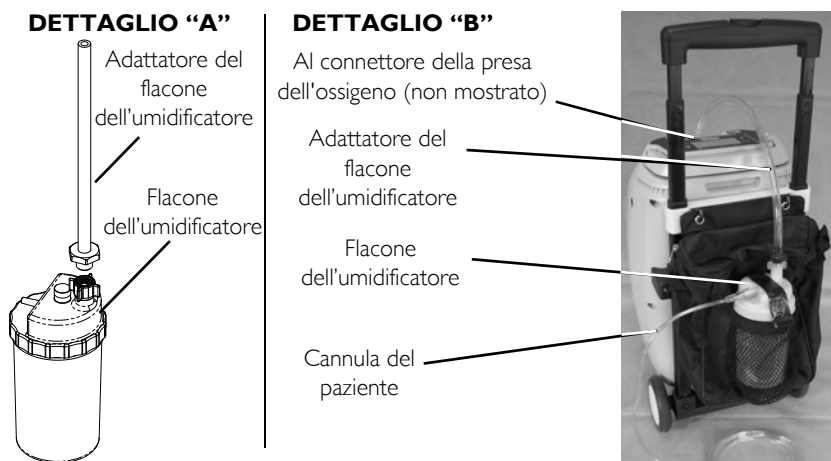

FIGURA 6.4 Collegamento umidificatore
NOTA: Per questa procedura, fare riferimento alla FIGURA 6.3 e .FIGURA 6.4 a pagina 74
3. Applicare l'adattatore del flacone dell'umidificatore al flacone stesso ruotando in senso antiorario su di esso il dado ad alette fino a fissarlo saldamente. Vedere DETTAGLIO "A" nella FIGURA 6.4.
4. Posizionare il gruppo flacone dell'umidificatore/adattatore nella tasca esterna della borsa per accessori. Collegare la borsa per accessori al carrello come mostrato nella FIGURA 6.4.
6. Collegare il tubo dell'ossigeno proveniente da gruppo flacone dell'umidificatore/adattatore al connettore di uscita dell'ossigeno sul concentratore. Vedere DETTAGLIO "B" nella FIGURA 6.4.
7. Collegare la cannula/il tubo di erogazione al paziente all'uscita del flacone dell'umidificatore. Vedere DETTAGLIO "B" nella FIGURA 6.4.